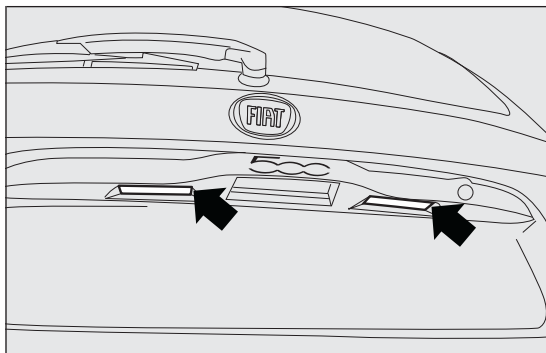

fig. 119
- intervenir sur le point indiqué par la flèche fig. 119 et enlever le transparent A ;